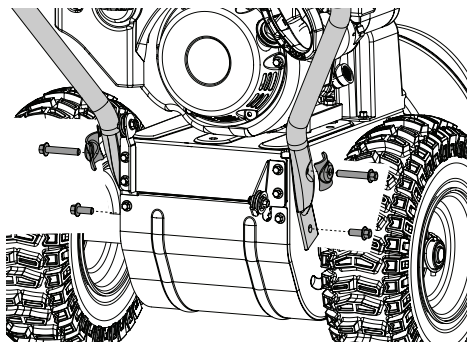

Рис. 4. Установка стойки рукояток
3. Установите стойку рабочих рукояток на корпус трансмиссии и закрепите с помощью болтов и шайб, как показано на Рис. 4.